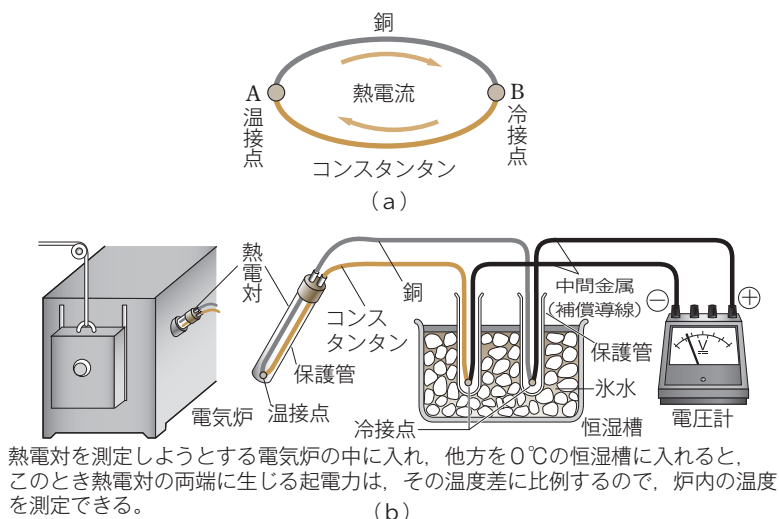

図8 ゼーベック効果
2種類の金属を、たとえば銅とコンスタンタン^①とし、図8(a)のように接続